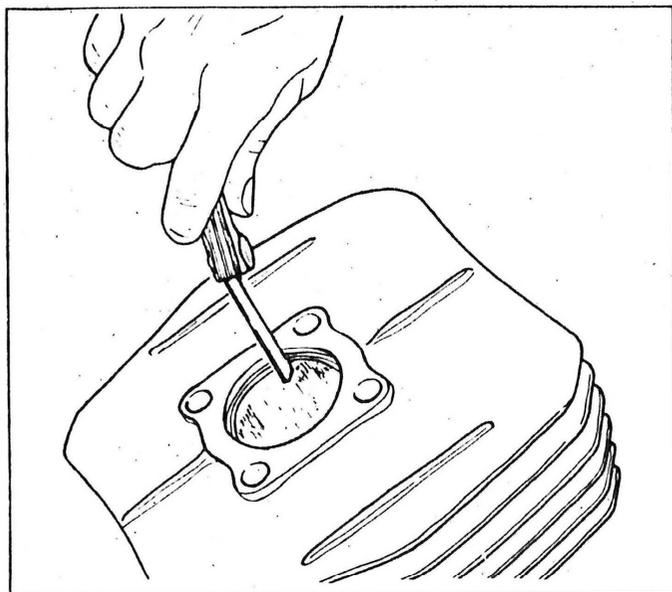

Fig. 1 - Controllo apertura del segmento
- Inserire la fascia elastica nel cilindro, e come indicato in Fig. 1 verificare con lo spessore che l'apertura non superi i $0,25 \div 0,40$ mm., nel qual caso sostituire la fascia elastica;